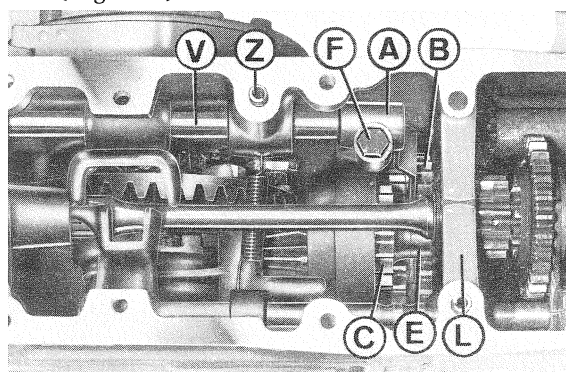

Fig. 24
- 1) Spostare l'asta **V** in modo che la gola centrale della stessa si trovi in corrispondenza della sfera con molla **Z** (vedi fig. 24).
- 2) Spostare la forcella **A** fino a che l'ingranaggio di riduzione **B** si trovi nella posizione intermedia tra le dentature **C-D** * dell'albero di rinvio **E** (vedi fig. 24).
- 3) Bloccare la forcella tramite la vite **F** (fig. 24).
* La dentatura **D** non è visibile perché si trova nascosta dalla parete interna **L** (fig. 24).